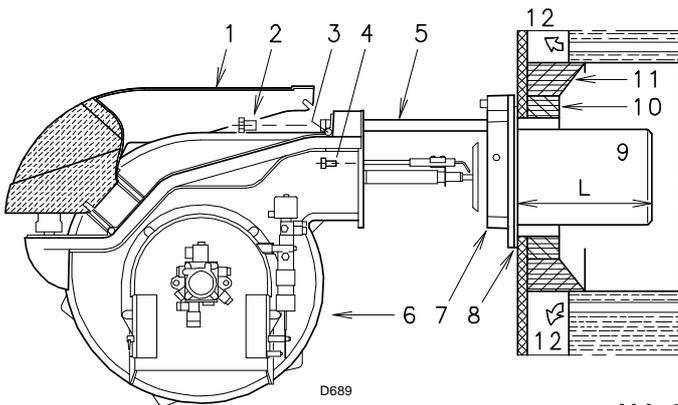

Abb. 7
5.4 Flammrohlänge (Abb. 7)
Für die Kessel mit wassergekühlter Frontseite ist die Verkleidung aus feuerfestem Material 10) - 11) (Abb. 7) nicht erforderlich, sofern dies nicht ausdrücklich vom Kesselhersteller gefordert wird.
Nach Abschluss dieses eventuellen Eingriffes den Flansch 7) (Abb. 7) durch Zwischenlegen der beige-packten Dichtung 8) an der Kesselplatte befestigen. Die ebenfalls mitgelieferten 4 Schrauben verwenden, deren Gewinde zuvor mit einem Einfressschutzmittel (Fett für hohe Temperaturen, Compounds, Graphit) geschützt werden müssen.
- Den Brenner gemäß (Abb. 7 Seite 12) auf den Schienen öffnen.